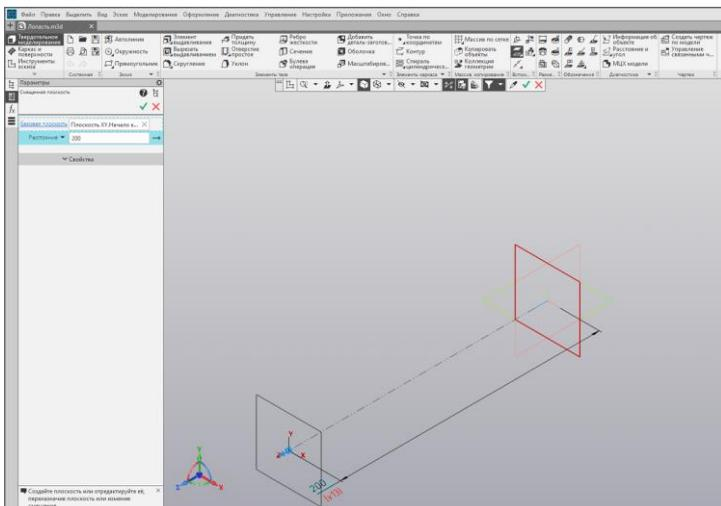

Рис. 39.
3. С помощью команды **Смещенная плоскость** постройте вспомогательную плоскость, на которой будут располагаться спирали. Задайте значение расстояния смещения 200 от Плоскости XY (рис.39). Нажмите кнопку Создать объект . Нажмите кнопку Завершить .